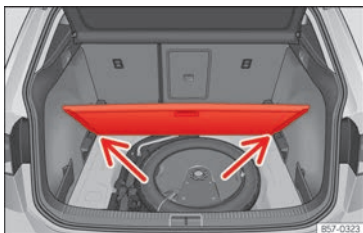

Abb. 172 Variabler Gepäckraumboden: geneigte Stellung.
- Legen Sie den Gepäckraumboden auf die dafür vorgesehenen Aufnahmen »» (Abb. 172) (Pfeile).